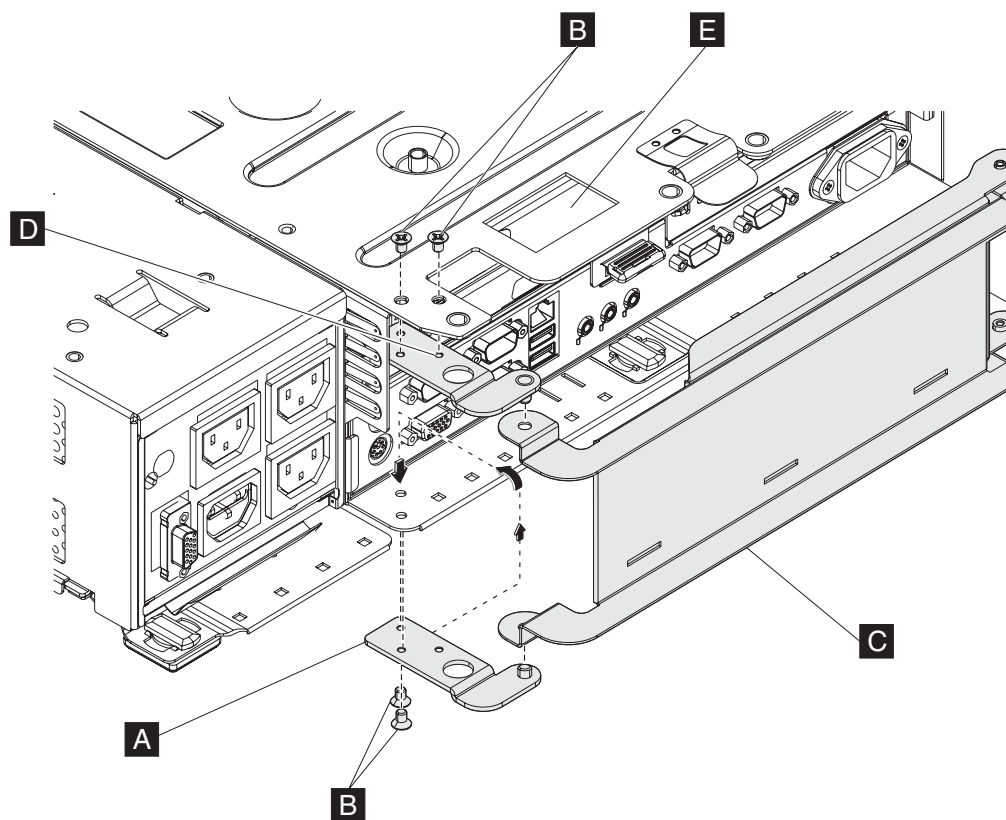

图 80. 安装电缆导轨臂组合件
1. 使用两个螺丝将底部支架（图 80 的 **A**）连接到系统托架（**B**）的底部。
4. 对于每条电缆，首先将接口端插入系统部件，然后将其穿过部件机架上部后方的开口（图 80 中的 **E**）进行布线。在电缆排布过程中，您可以立即或稍后合上围绕电缆的尼龙扣环。